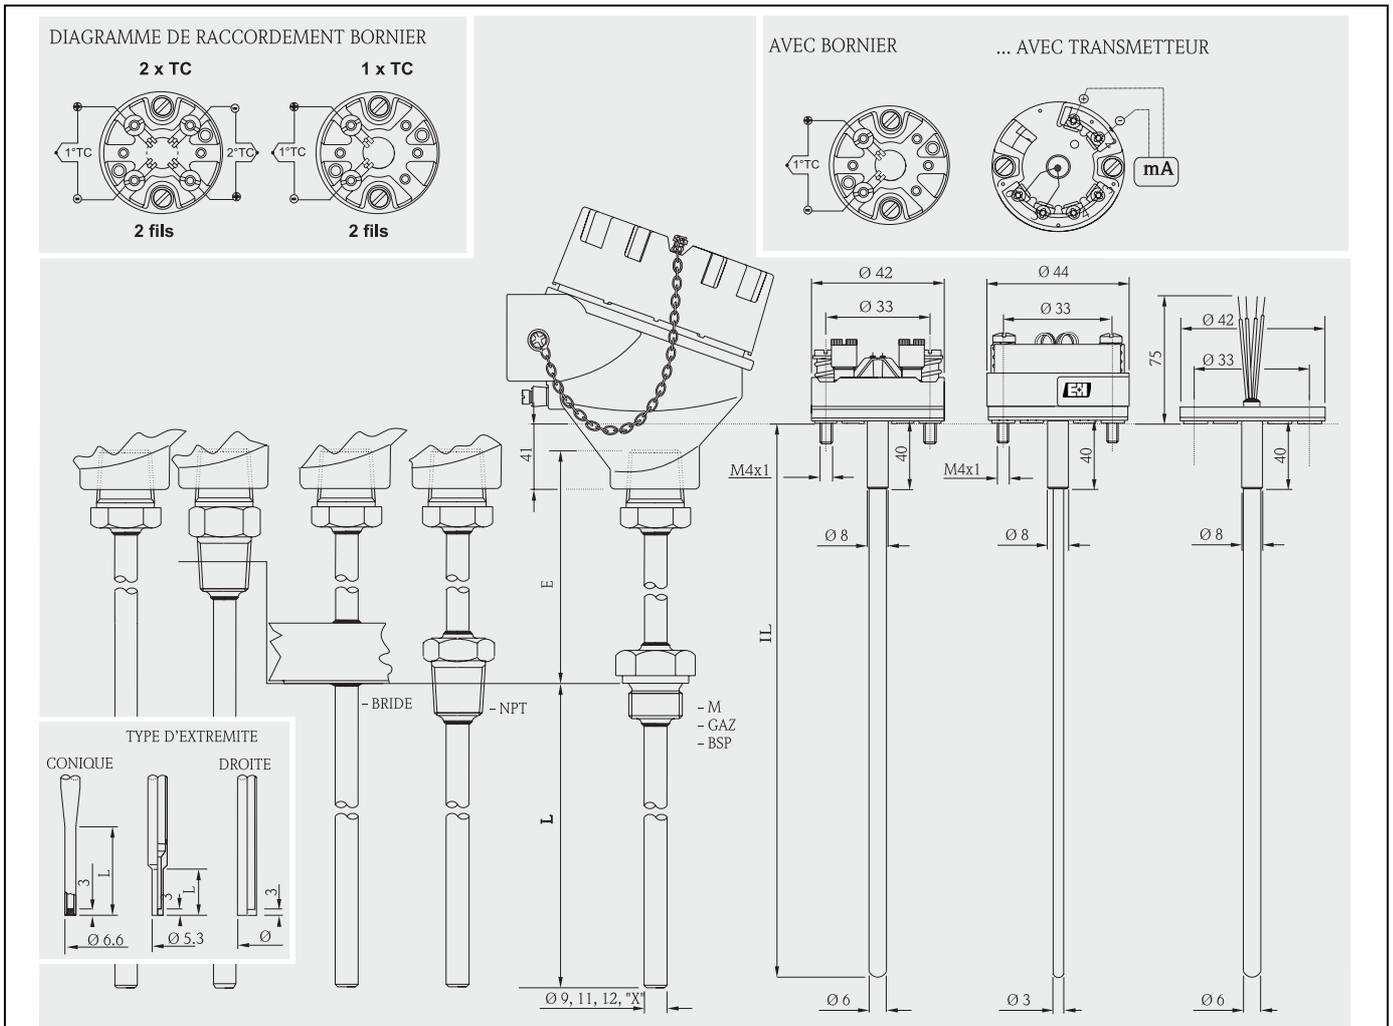

Fig. 6 : Composants fonctionnels, diagrammes de raccordement standard (bornier céramique), extrémité de sonde
En cas de remplacement, la longueur de l'insert (L) doit être choisie en fonction de la longueur d'immersion (L) du doigt de gant (voir fig. 6). Le tableau suivant reprend les pièces de rechange disponibles.
La rugosité de surface (Ra) des pièces en contact du doigt de gant est de 0,8 mm ; les différents types d'extrémité (rétreinte ou conique) sont décrits à la fig. 6.